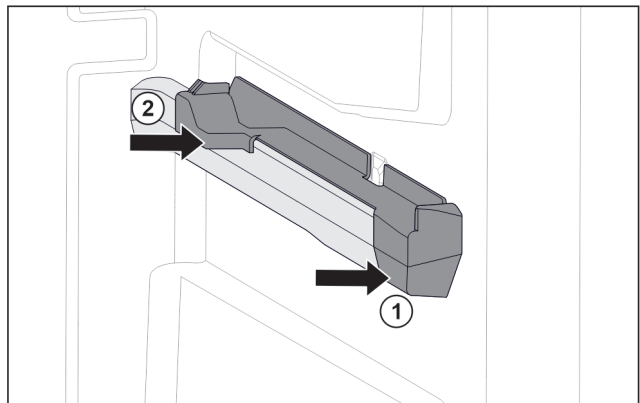

Fig. 26 Aufsteckteil auf der rechten Behälterrippe
- ▶ Aufsteckteil vorne an Behälterrippe ansetzen. Fig. 26 (1)
- ▶ Aufsteckteil hinten andrücken. Fig. 26 (2)